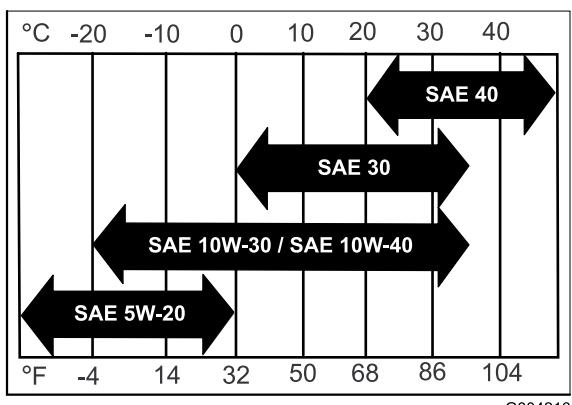

Figure 20
**Viscosité :** Voir le tableau (Figure 20).